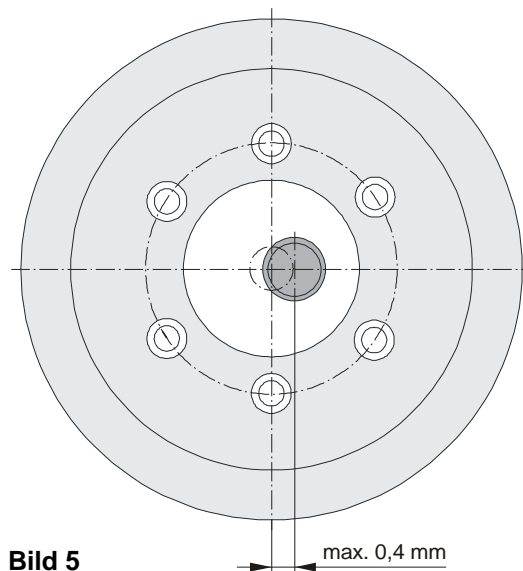

Bild 5
- ❑ Die Exzentrizität des Wellenstumpfes gegenüber dem Befestigungslochkreis darf 0,4 mm nicht übersteigen (Bild 5).